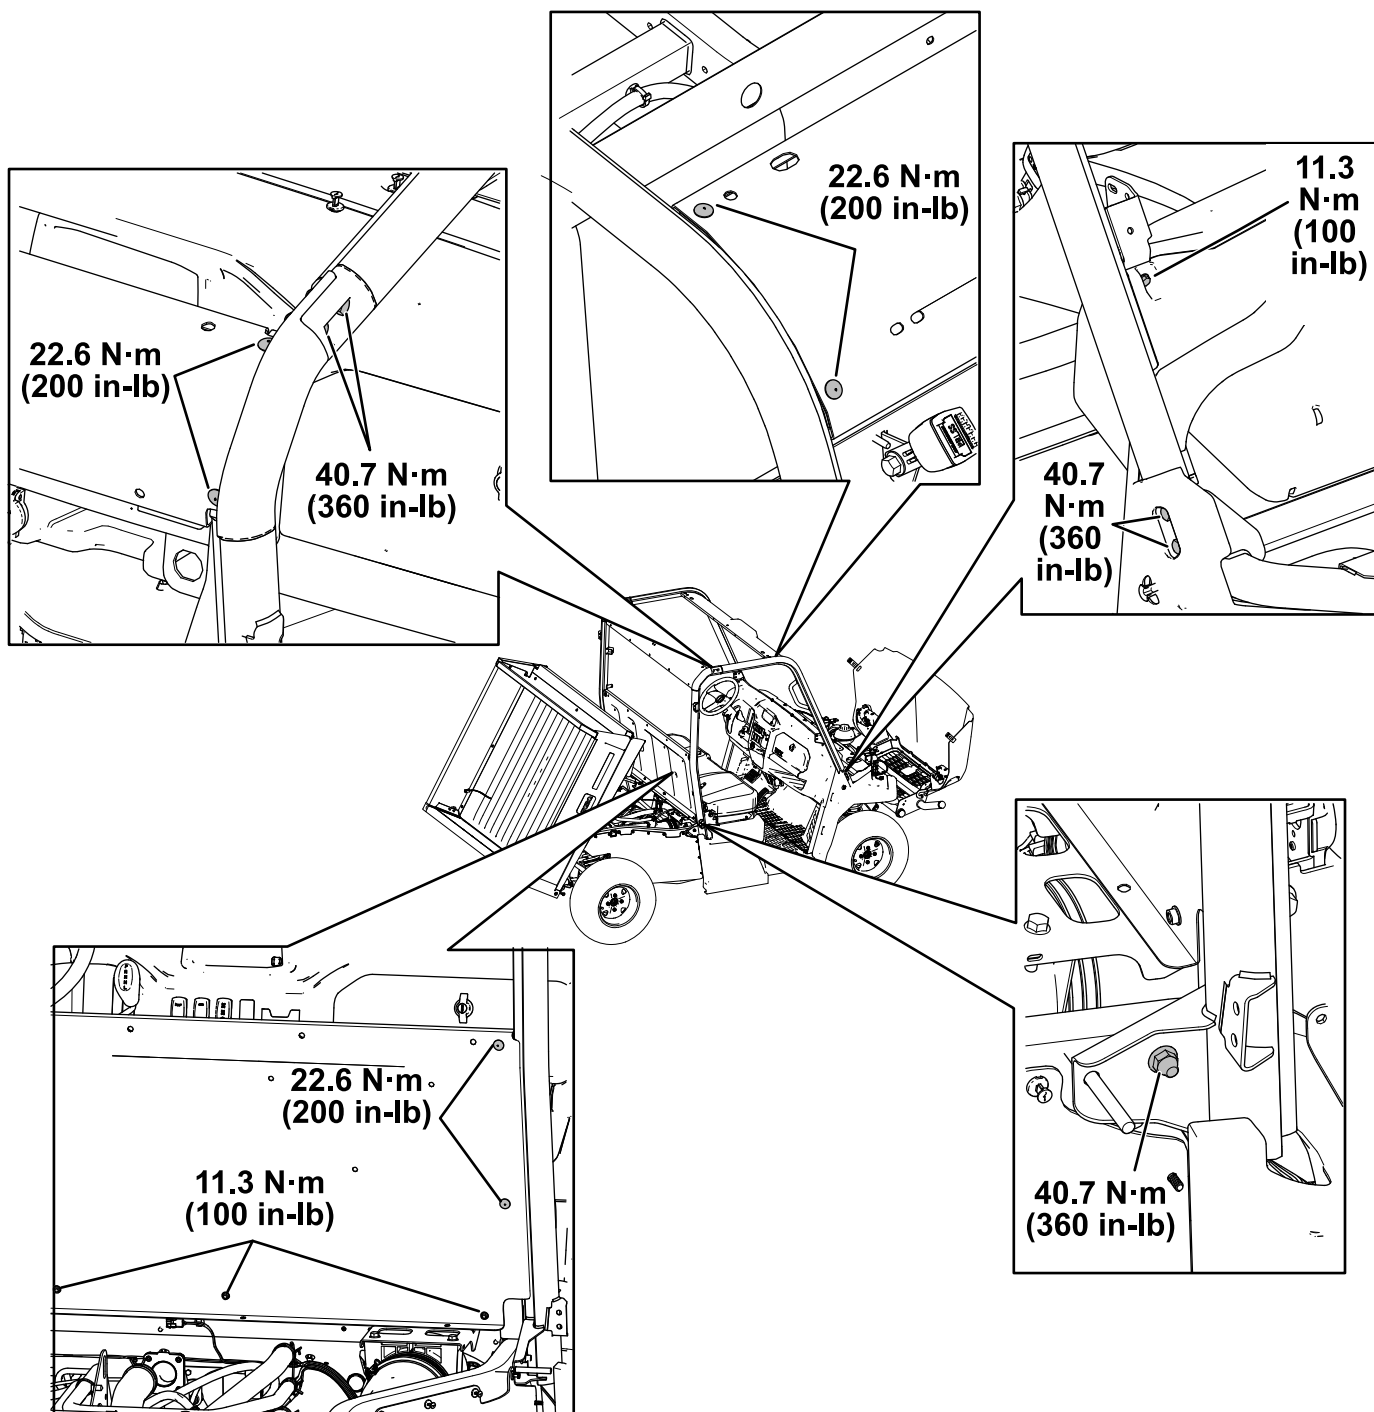

Figure 20
15. Serrez les fixations au couple spécifiés à la Figure 20.